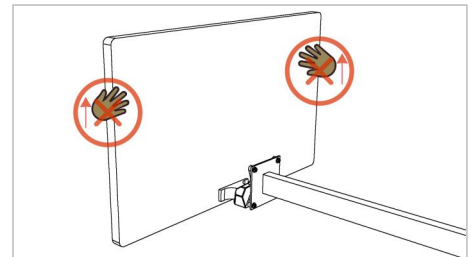

Figura 6
**Assicurarsi che l'adattatore VESA si stacchi quando si tira il monitor verso l'alto.** Questo perché il monitor è progettato per rimuovere la base originale del monitor Samsung (Figura 6).